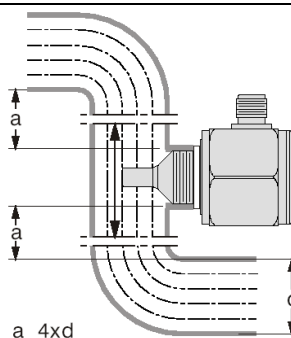

Fig. 1
1. Необходимо обеспечить минимальное расстояние до сгибов трубы. Расстояние **a** должно быть в 4 раза больше, чем диаметр трубы **d** (см. рис.1).